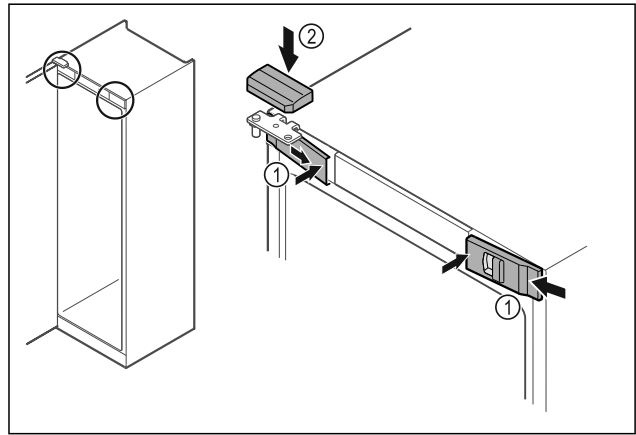

Fig. 47
- ▶ Αναρτήστε τα μπροστινά καλύμματα Fig. 47 (1) στο πλάι και κουμπώστε τα εσωτερικά.
- ▶ Κουμπώστε το επάνω κάλυμμα Fig. 47 (2) από πάνω.